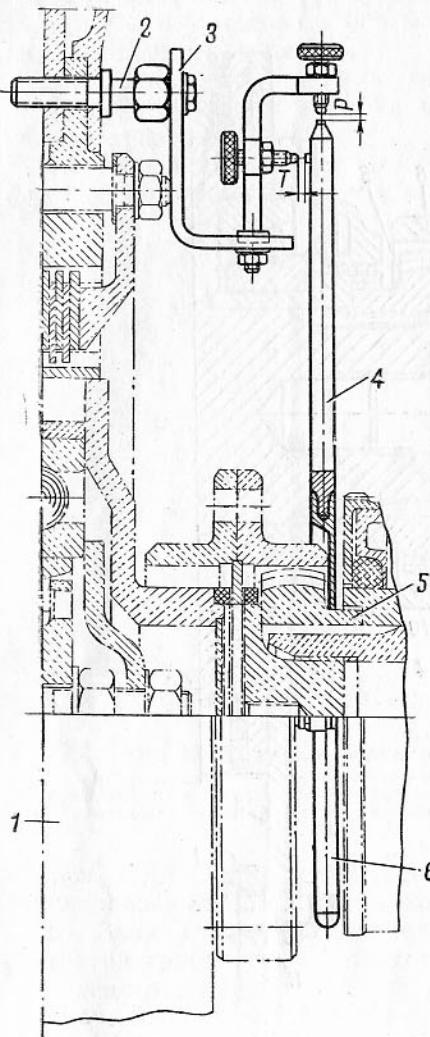

Рис. 21. Установка приспособления ЦП-3 для центровки двигателя с коробкой передач:
в) перекос осей ведущего вала коробки передач и коленчатого вала двигателя определяется торцевым зазором T между стрелками приспособления (рис. 21); разность зазоров T в верхнем и нижнем, в правом и левом положениях не должна превышать 0,8 мм; при замере в верхнем и нижнем положениях больший зазор должен быть при верхнем положении стрелок;
8. Установить и закрепить приспособление ЦП-3 для центровки на главном фрикционе и коробке передач (рис. 21). Измерить зазоры между стрелками в верхнем, нижнем и боковых положениях и произвести центровку коробки передач с двигателем согласно техническим условиям (см. Технические условия, пп. в, г.).